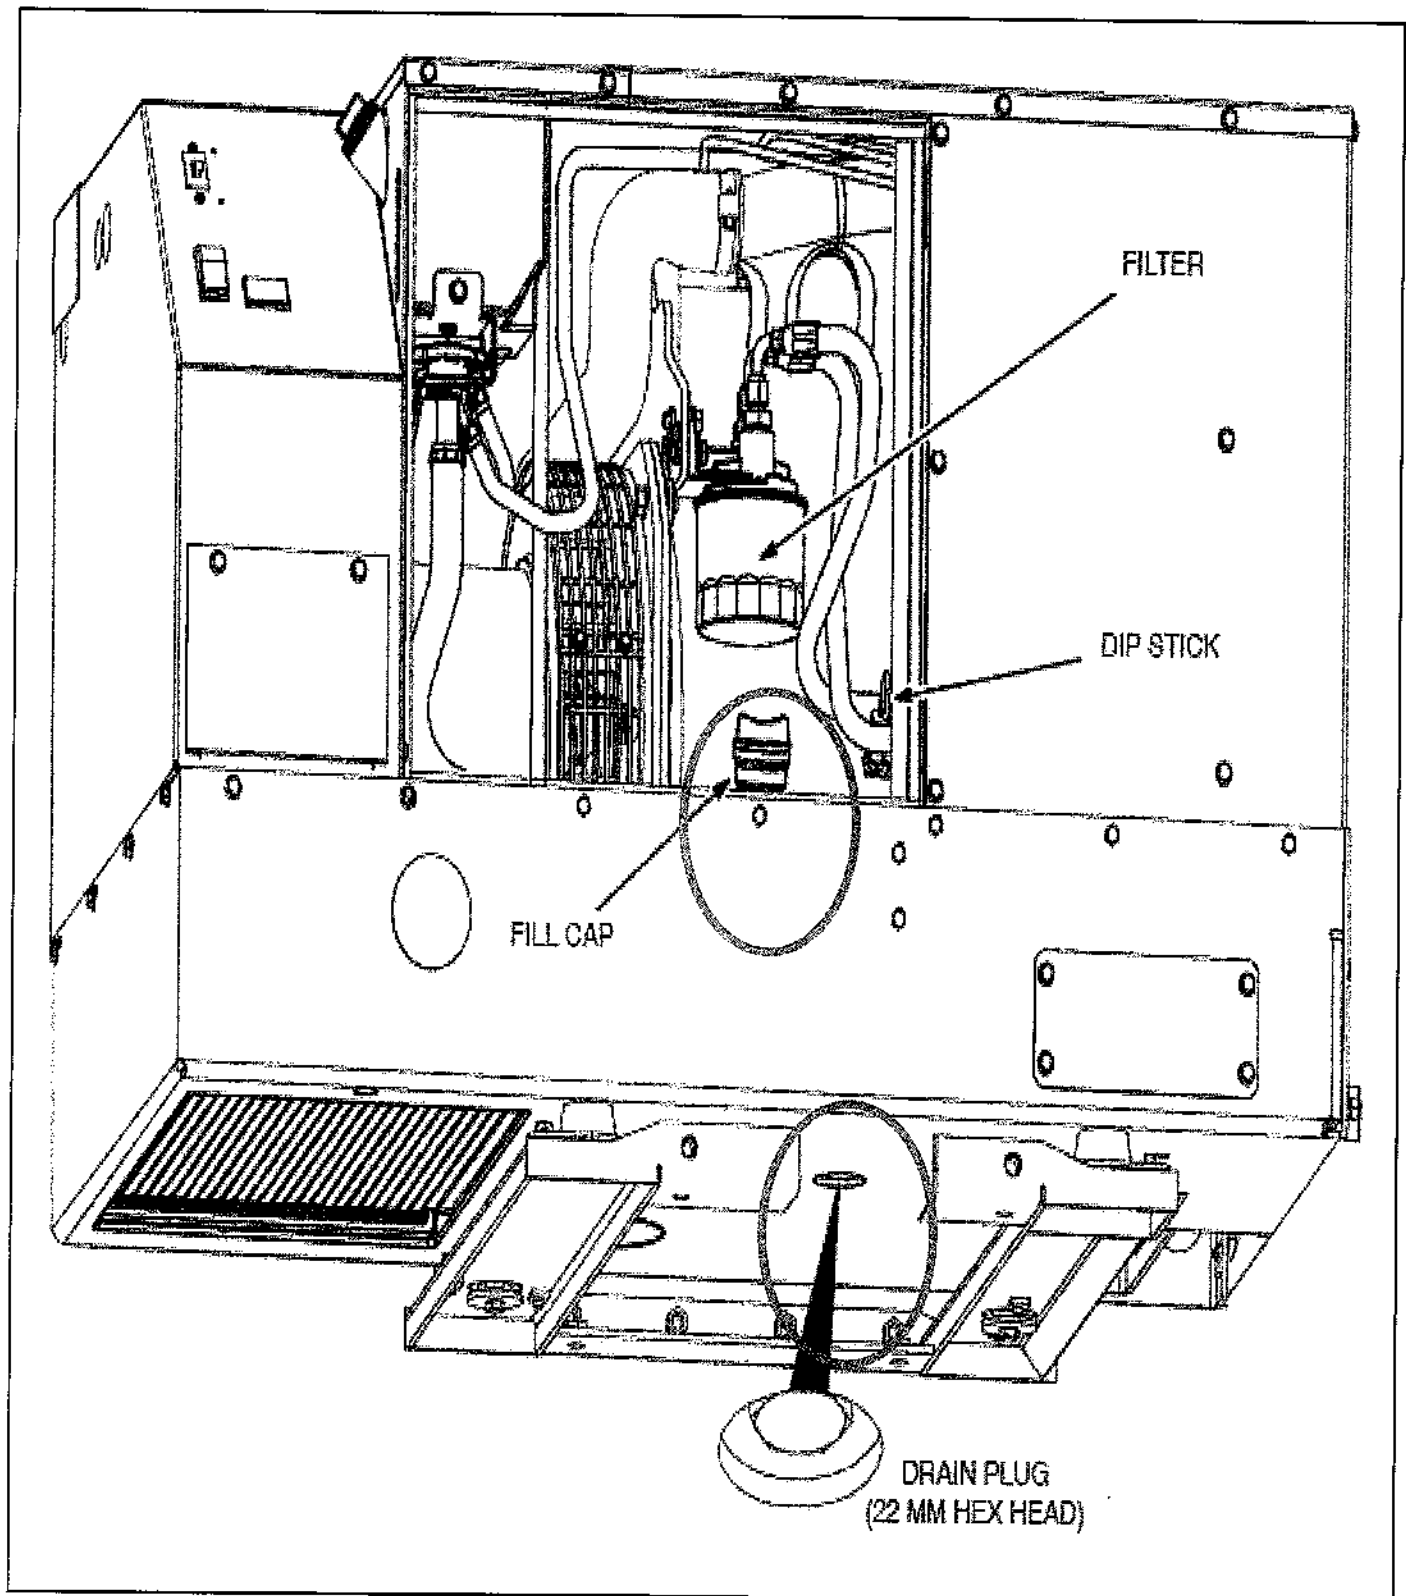

Figura 3
- *Coloque una bandeja debajo del tapón de drenaje de aceite (**Figura 3**), encienda el grupo electrógeno hasta que esté caliente y apáguelo.*